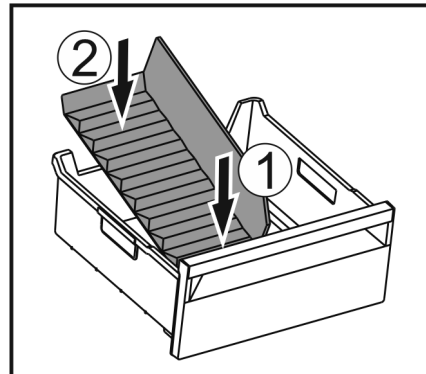

Fig. 184
- ▶ Umetnite prednji dio pregrade ladice za led. Fig. 184 (1)
- ▶ Spustite stražnji dio pregrade ladice za led do dna ladice. Fig. 184 (2)